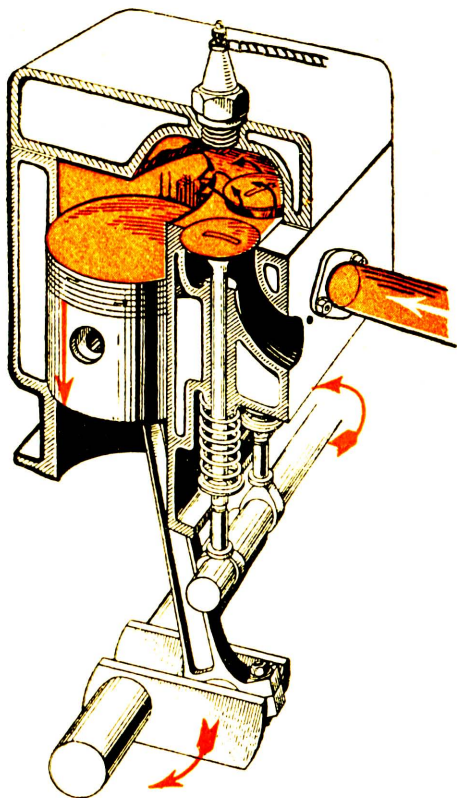
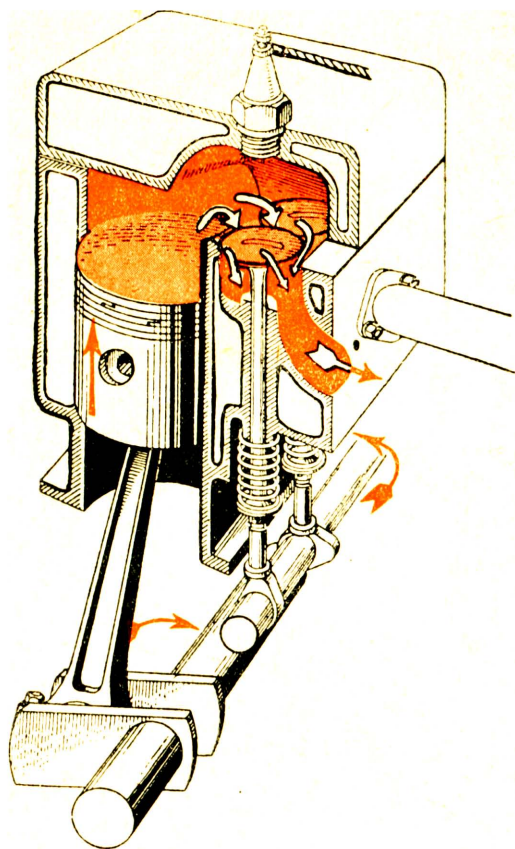
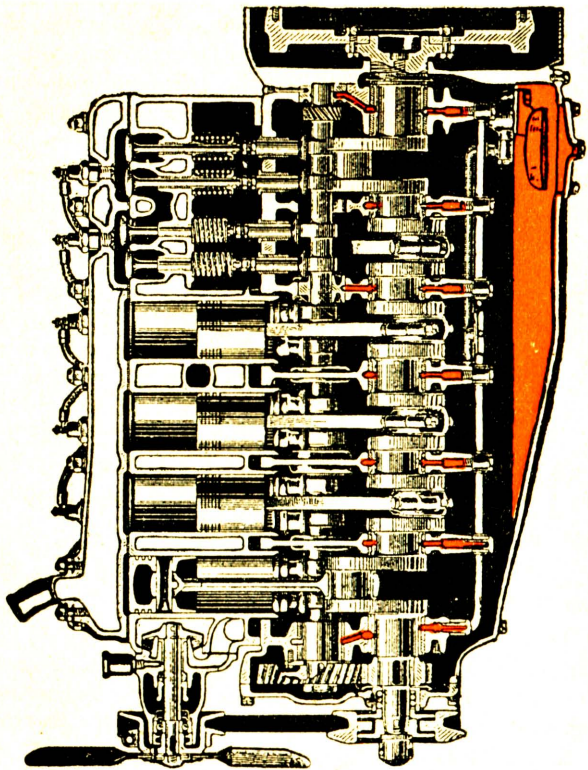

Рис. 3. Верхний сув.
Рис. 7. Сув вихлиний.
Рис. 8. Шестицилиндровий рядовий рушій.
Складові частини, конструкція і спосіб праці чотирисувного рушія Отта з'ображені на рис. 3 до 8.
Підставою є **блок циліндрів** або вальців (рис. 8) прикритий згори **головою**, а знизу — **картером**. В циліндрах чи вальцях, цебто докладно шліфованих отворах уміщений є **толок** в формі оберненого догори дном горшка, що може рухатися вгору і вниз. В толоці закріплений, при помочі **пальця толокового**, **хитун** або гонок. Другий кінець хитуна, закріплений оборотово на коліні **валу колінчасто-**
го чи корбового, що може обертатися в **ложах** прикріплених до блоку циліндрів. Таким чином, хитун переносить посувний рух толока на колінчастий вал або навпаки. Ложа мають **панівки** вилляті білим металем (композицією) для охорони чошів. Коли коліно валу займе горішнє пряме (вертикальне) положення, то толок знайдеться в горішньому скрайньому положенні, яке зветься **горішнім мертвим положенням**. По обороті коліна о 180° в низ, толок займе **долішнє мертве положення**. Рух толока з горішнього мертвого положення в долішнє або навпаки — звемо одним **сувом** або **тактом**. Рушій **чотирисувний** або **чотиротактний** виконує один перебіг праці, що стало повторяється, в чотирьох сувах чи тактах. Паливо в формі розпорошеної в повітря бензини входить до циліндра **всисним отвором**, який відчиняє і зачиняє **всисний хлипак** (рис. 3). Запалює суміш повітря з бензиною електрична іскра, що повстає в **запаловій свічці**. Свічка є вкручена в голові мотору і входить до так званого компресійного простору між толоком і головою мотору Гази спалення виходять **вихлипним отвором** (гляди рис. 7), що відчиняється і зачиняється **вихлипним хлипаком**. Кожний циліндер (валець) має 2 хлипаки: всисний і вихлипний, що рухаються від **кулачкового вална**. Кулачковий валок одержує потіг від колінчастого валу через пару зубчастих коліс (гл. рис. 8). Циліндер і голова мають подвійні стінки, поміж якими пропливає вода, що холодить мотор, якщо він не холодиться повітрям.
1. **Сув всисний**. Толок знаходиться в горішньому мертвому положенню, всисний хлипак саме відкрився. Обертаємо колінчастий вал (напр. при помочі корби) вправо. Толок рухається вниз і засисає через всисний провід і хлипак суміш (рис. 3). Толок осягає долішнє мертве положення і всисний хлипак зачиняється.
4. **Сує вихлипний.** Силою розгону вал обертається дальше, толоч рухається вгору (рис. 7) і викидає через відкритий вихлипний отвір гази спалення. В поблизу горішнього мертвого положення відкривається хлипак всисний і закривається вихлипний і, по переході мертвого положення, починається слідуєчий перебіг праці.
2. Зламана пружина, що притискає хлипак до його гнізда (гл. рис. 3 до 8).